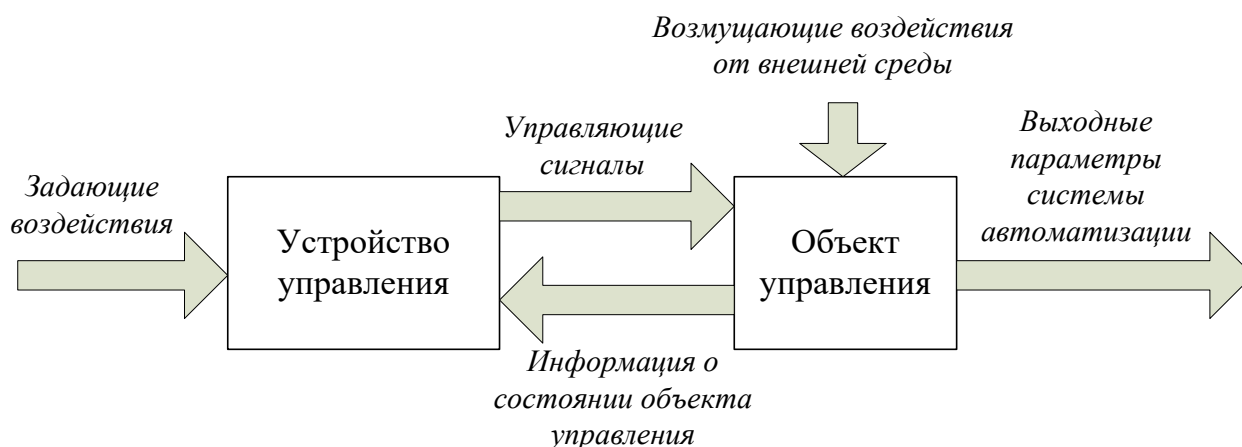

Рис.1 Структурная схема системы автоматизации
**Система автоматического управления**, или система автоматизации – это совокупность объекта управления и устройства управления (рис. 1).